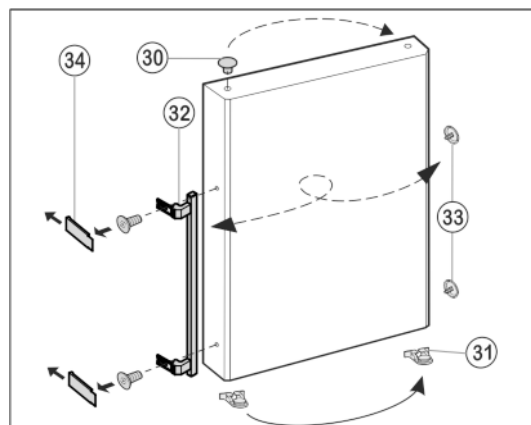

Fig. 12
- ▶ Løft proppen *Fig. 12 (30)* ut av lagerhylsen i døren og flytt den over til den andre siden.
- ▶ Demonter dørhåndtaket *Fig. 12 (32)*, proppene *Fig. 12 (33)* og trykkplatene *Fig. 12 (34)* og sett de over på motsatt side.